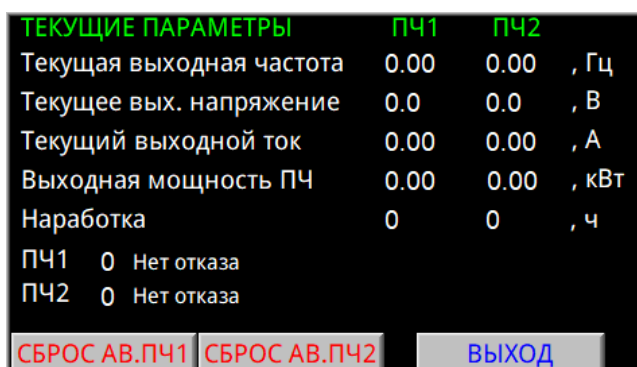

Рисунок 7 Окно «ТЕКУЩИЕ ПАРАМЕТРЫ»
2.2.7. В окне «ТЕКУЩИЕ ПАРАМЕТРЫ» (Рисунок 7) отображаются текущие параметры работы частотных преобразователей, наработка насосов, текущие отказы частотных преобразователей. Для сброса отказа в окне предусмотрены соответствующие кнопки.